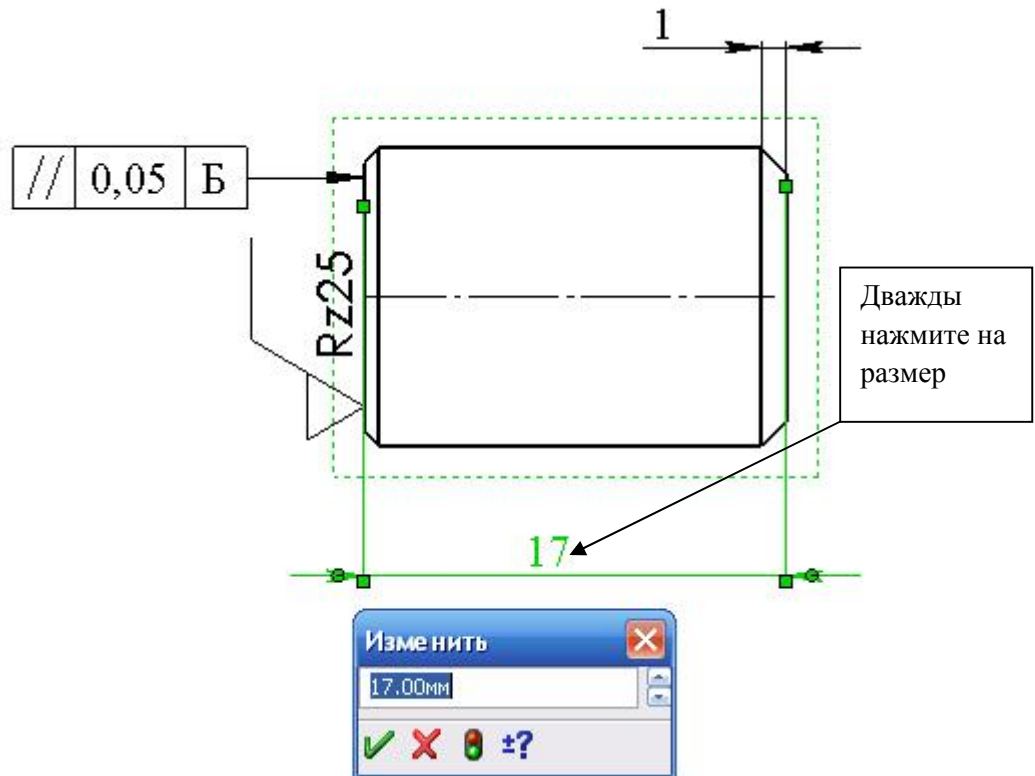

Рис. 25
1. На **Чертежном виде 2** дважды нажмите на размер глубины вытяжки бобышки **25мм** (рис. 25).